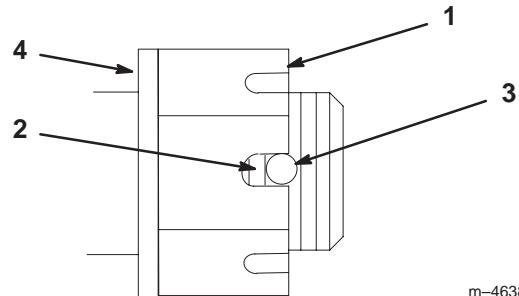

Figure 52
4. Serrez le boulon crénelé à 170 Nm (125 pieds-livre) (Fig. 52).
5. Mesurez l'espace entre la base de la fente de l'écrou et le bord intérieur du trou. On ne doit pas voir plus de deux filets (Fig. 52).
6. Si plus de deux filets sont visibles, enlevez l'écrou et placez une rondelle entre le moyeu et l'écrou (Fig. 52).
7. Serrez le boulon crénelé à 170 Nm (125 pieds-livre) (Fig. 52).
8. Serrez l'écrou jusqu'à ce que le jeu de fentes suivant soit en face du trou de l'axe (Fig. 52).